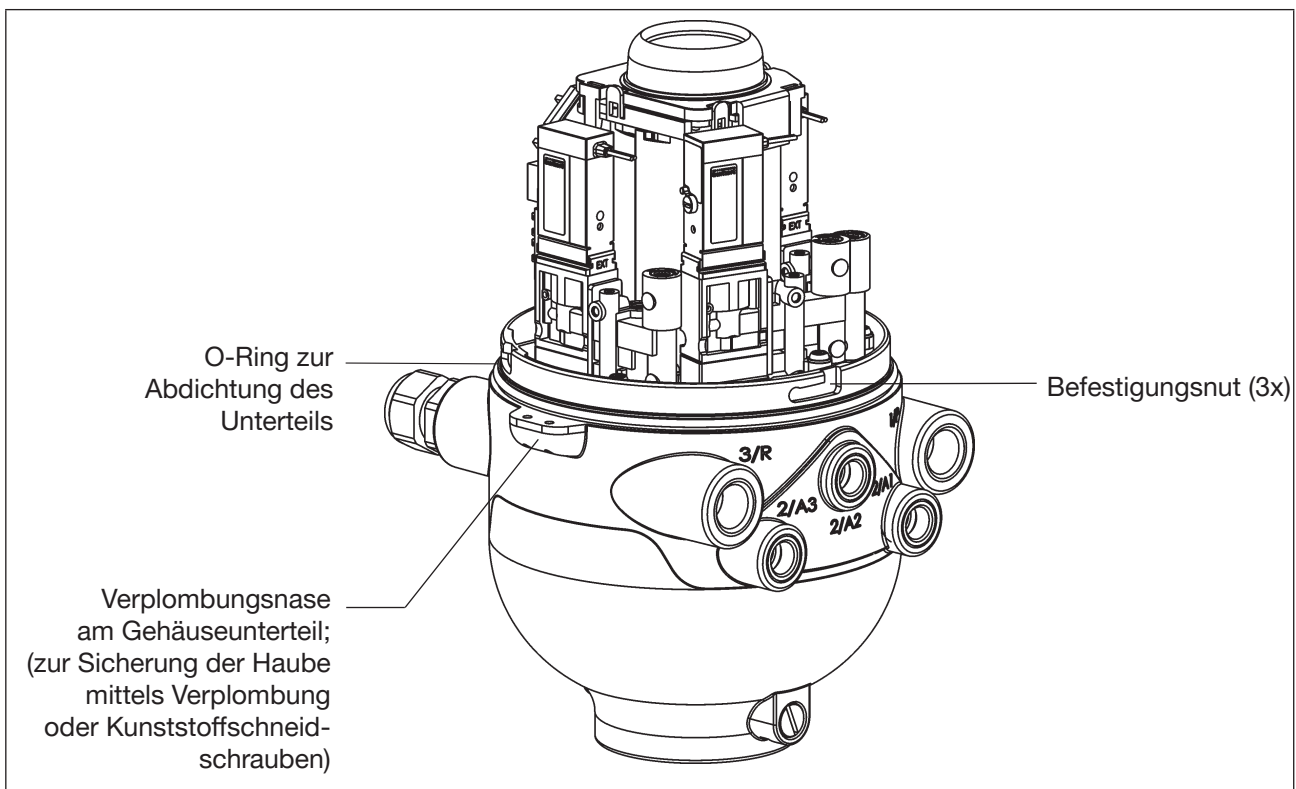

Bild 12: Verplombung und Befestigungsnuten
- Kunststoffhaube so auf das Unterteil aufsetzen, dass die inneren „Nasen“ über den Befestigungsnuten liegen und die äußeren Verplombungsnasen fast übereinander liegen. Haube vollständig über die Dichtung (O-Ring) des Unterteiles drücken - siehe „Bild 12“.